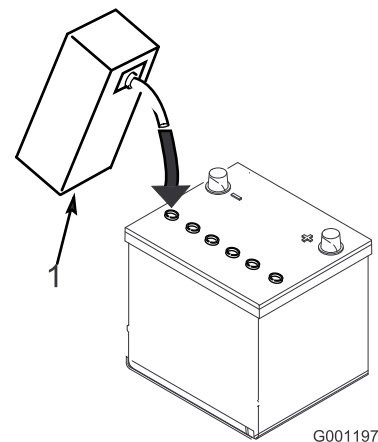

Figura 6
3. Encha cuidadosamente cada célula com eletrólito até as placas estarem cobertas com cerca de 6 mm de fluido (Figura 6).
4. Aguarde aproximadamente 20 a 30 minutos para que as placas fiquem embebidas em eletrólito. Se necessário, volte a colocar eletrólito até ficar cerca de 6 mm acima do fundo do depósito de enchimento (Figura 6).